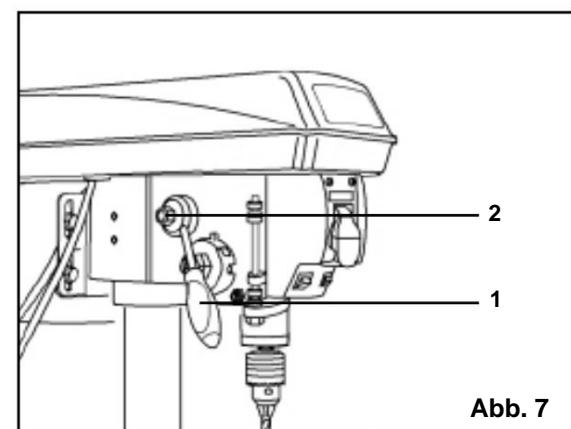

Abb. 7
GESCHWINDIGKEITSGRIFF (ABB. 7)
1. Stecken Sie den Geschwindigkeitsgriff (Abb. 7 - 1) in die Gewindeöffnung am Geschwindigkeitsnaben (Abb. 7 - 2).